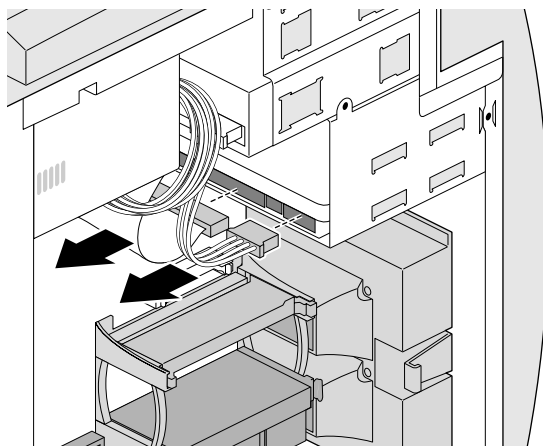

图 4-10 断开内部硬盘驱动器与电缆的连接
4. 如果当前安装了硬盘驱动器，则断开该驱动器后部的电缆。具体操作如图 4-10 所示。